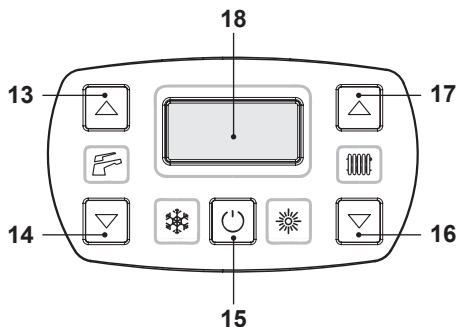
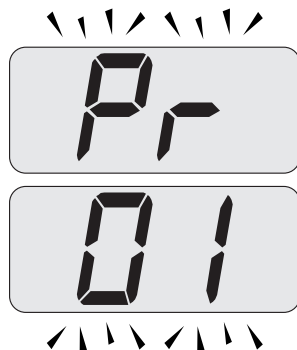
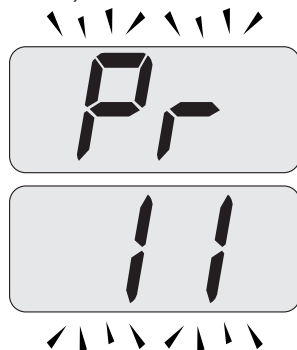
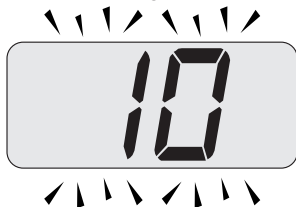

Figura 5.38
Figura 5.39
Figura 5.40
Figura 5.41
- Entrare in "modalità programmazione" premendo contemporaneamente per 10 secondi i tasti 15 - 16 - 17 (Figura 5.38) fino a far apparire sul display LCD le lettere **Pr** che si alternano con il codice **01**, indicanti l'entrata nel "parametro 01" (Figura 5.39).
- Scorrere i vari parametri utilizzando i tasti 16 o 17 fino a far apparire sul display LCD le lettere **Pr** che si alternano con il codice **11**, indicanti l'entrata nel "parametro 11" (Figura 5.40).
- Premere contemporaneamente i tasti 15 e 17 (Figura 5.38) fino a far apparire sul display LCD il valore del parametro 11 (10=60 secondi) (Figura 5.41).
- Premendo il tasto 15 (Figura 5.38) si ottiene la conferma del valore inserito.
- Premendo contemporaneamente i tasti 15 e 16 (Figura 5.38) si esce senza modificare il valore (ritorno alla lista parametri Figura 5.40)
- Premendo contemporaneamente per 10 secondi i tasti 15 - 16 - 17 (Figura 5.38) si esce dalla "modalità programmazione".